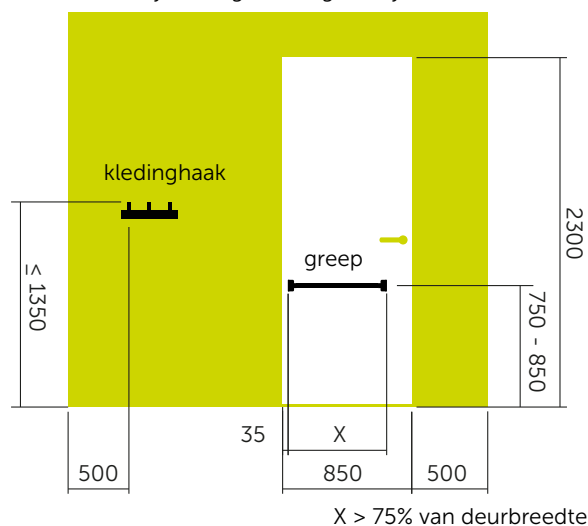

fig 11 Een rolstoeler kan zelf de deur dicht doen en zijn kleding ophangen.
- Kledinghaak of ander bedienelement op maximale hoogte 1350 mm en 500 mm uit de hoek. (fig 11)